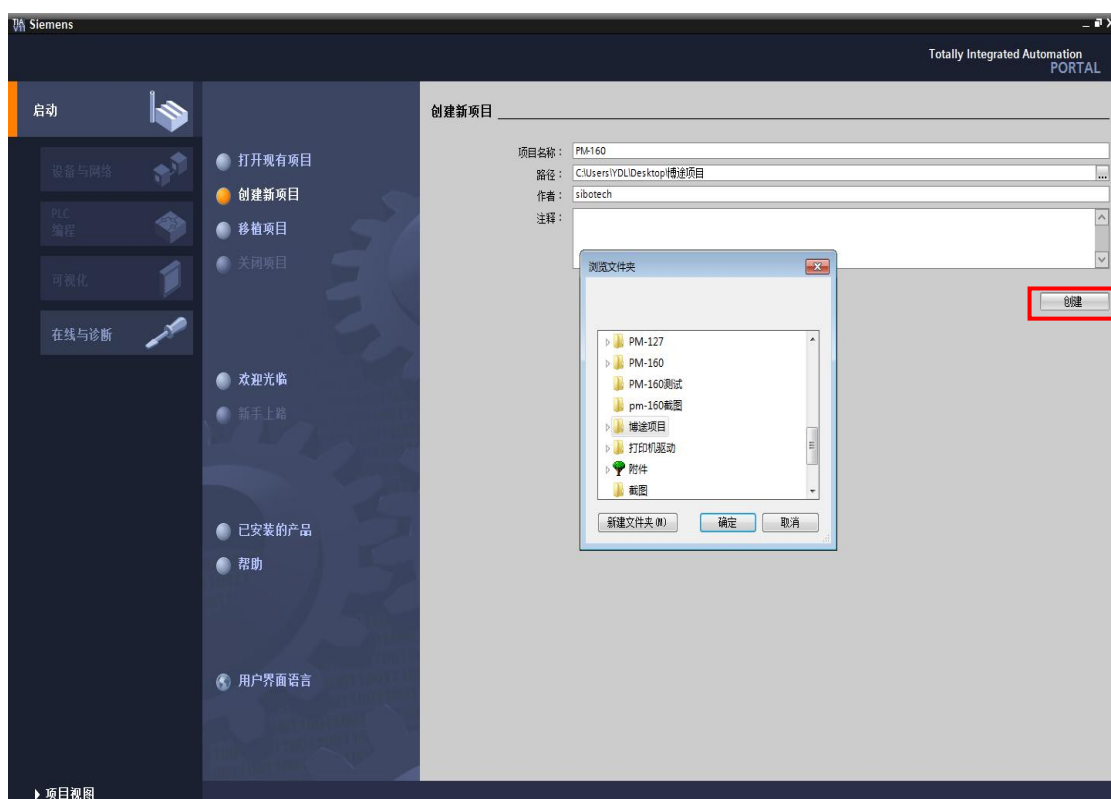

图 1 创建新项目
1.1 双击图标  打开 TIA Portal 软件，进入软件后，点击左侧“创建新项目”，可以设置项目名称，保存路径等信息，然后点击“创建”，如图 1 所示：